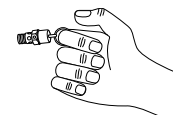

Figura 4
3. Jale el anillo de la válvula de seguridad y permita que el anillo regrese a su posición normal. Cuando el sistema está bajo presión, esta válvula automáticamente libera aire si la presión de línea sobrepasa el máximo predeterminado. (Figura 4)